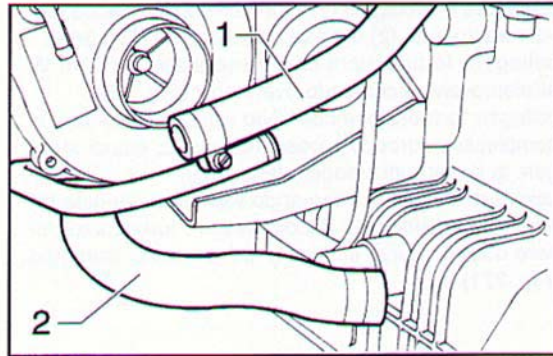

Fig. 264 ▲
- collegare le tubazioni ingresso liquido refrigerante (1) ed uscita olio lubrificante (2) ai turbocompressori e stringere le fascette (Fig. 264);
- connect the coolant inlet pipes (1) and lube oil outlet pipes (2) to the turbochargers and tighten the clamps (Fig. 264);